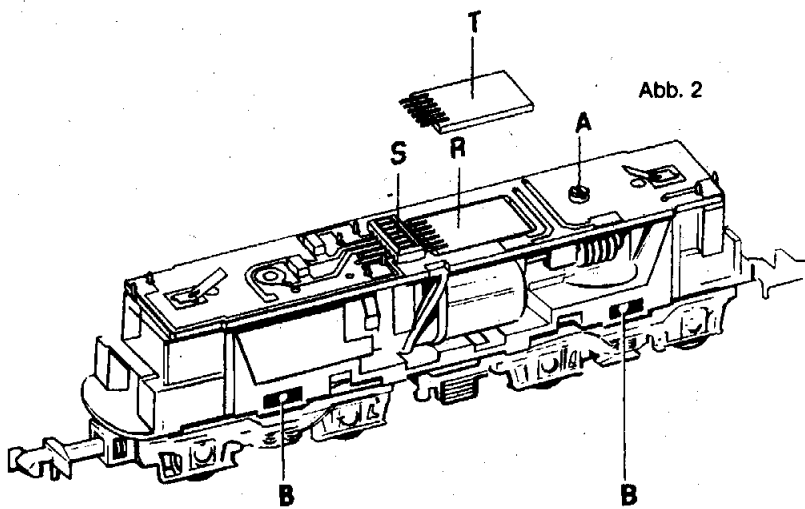
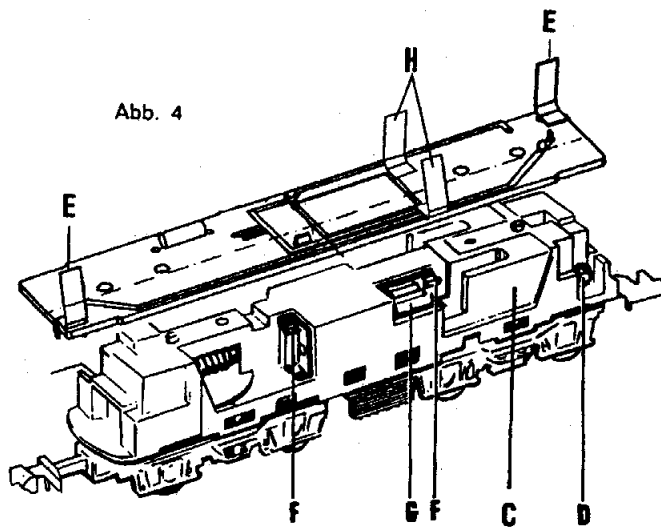

Abb. 2
Abb. 4
#### Lampenwechsel (Abb. 4)
Schraube A (Abb. 2) lösen, die Schaltungsplatine wegklappen. Lampen D seitlich aus dem Fahrgestellkörper herausnehmen und austauschen. Beim Aufsetzen der Schaltungsplatine darauf achten, daß Kontaktfedern E gut am Lötneipel der Lampen anliegen, und Kontaktfedern H an der freien Seite des Motors.
#### Motor austauschen (Abb. 4)
#### Austausch der Drehgestelle (Abb. 2)
#### Einbau des Selectrix-Fahrzeug-Decoders 66830 (Abb.2)
(3) Dachleitung lang	0300604
(4) Dachleitung kurz	0300605
(5) Halter für Dachstromabnehmer	0300606
(6) Hochspannungsschalter	0300607
(7) Fenstereinsatz	12 7482 01
(8) Lichtleiter	12 7156 00
(9) Trittbrett	0300601
(10) Pufferbohle	12 2234 00
(11) Puffer	74 0337 00
(12) Steckerplatine für Gleichstrombetrieb (mit Kondensator für Funkenstörung und Lichtwechselelektrode)	41 2800 25
(T) Selectrix-Fahrzeug-Decoder (Abb. 2)	66830
(S) Kontaktleiste (in 13 enth. (Abb. 2)	41 2862 25
(13) Schaltungsplatine	31 2754 05
(14) Motor-Halteklammer	73 1481 00
(15) Motor-Bürsten	40 0159 00
(16) Motor	31 2754 04
(17) Glühlampe	40 0303 00
(18) Drehgestell-Lagerstift	14 0241 00
(19) Kontaktfeder	13 2922 15
(20) Schleifer-Platte (mit Umschalter für Oberleitungsbetrieb)	41 2936 06
(21) Halter für Schleiferplatte	12 7259 00
(22) Zahnrad groß	12 2021 00
### Replacement of bulbs (Fig. 4)
Undo screw A (Fig. 2) and lift off printed circuit (Fig. 4). Remove bulbs D from body and replace. When re-assembling the loco ensure good contact 1) between bulbs and contact strips E and 2) between contact-strip H and the motor (cables to go on the outside across H).
### Replacement of motor (Fig. 4)